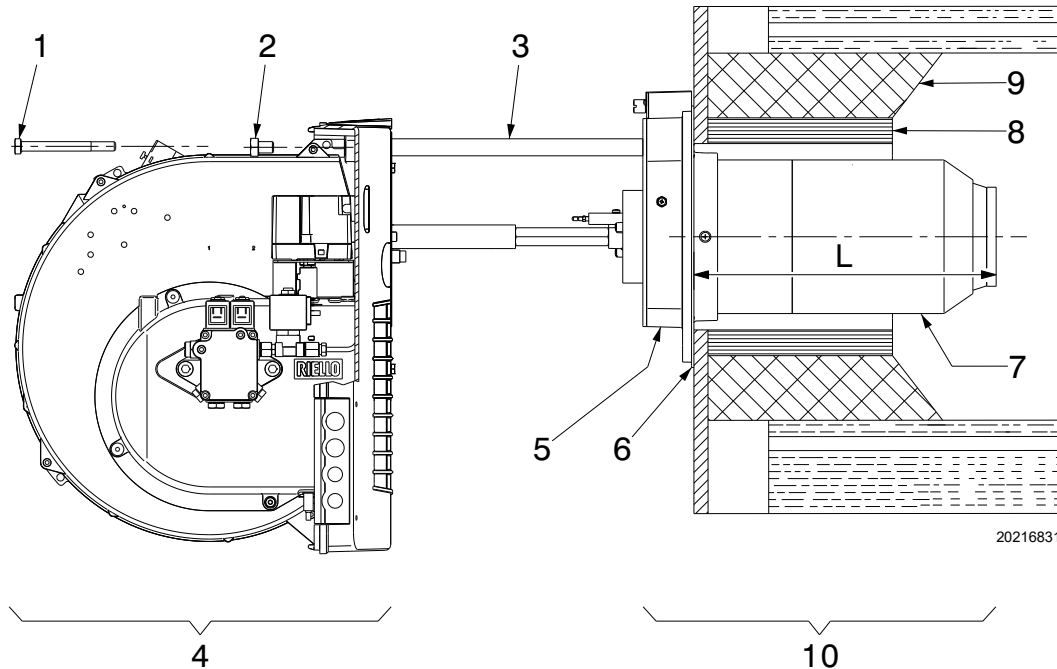

Fig. 10
Réaliser une protection en matériau réfractaire 8), entre réfractaire chaudière 9) (Fig. 10) et buse 7).
- S'il était nécessaire de remplacer le gicleur une fois que le brûleur a déjà été installé sur la chaudière, ouvrir le brûleur sur les guides comme indiqué en Fig. 10, page 13, après avoir monté les rallonges 16)(Fig. 5, page 10), et procéder comme ci-dessus.